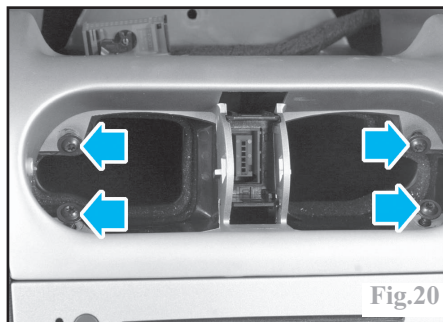

Fig.20
-les 4 vis de fixation de la façade d'aérateur (Fig.20).